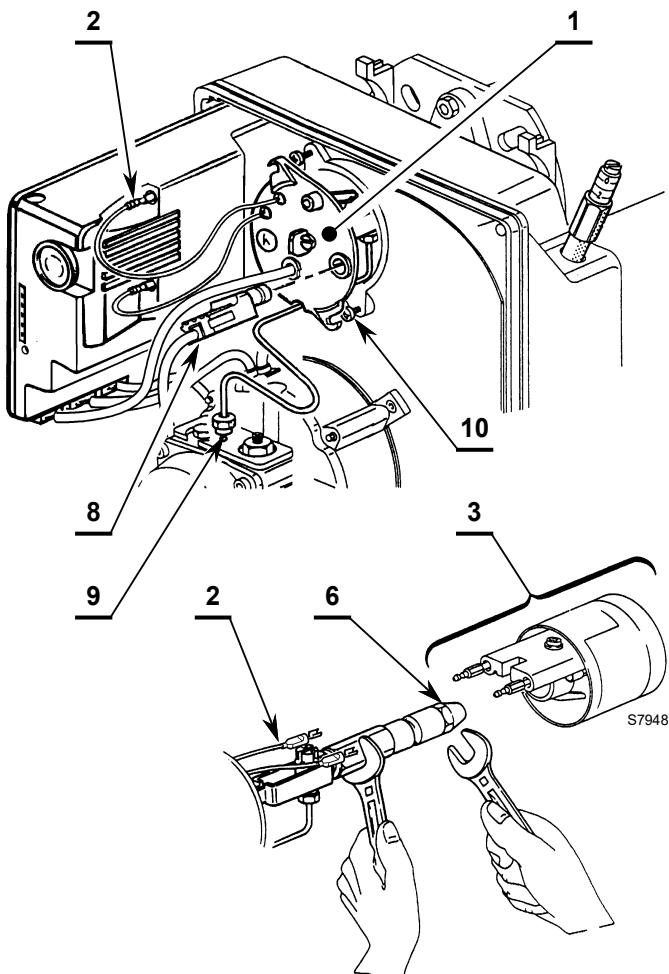

Fig. 13
1º Modo (Fig. 13):
- extraer los cables 2)(Fig. 13) de la caja de control, el sensor llama 8) y desenroscar la tuerca 9) de la bomba.
- Extraer los cables 2) de los electrodos, aflojar el tornillo 4)(Fig. 13) y extraer el conjunto soporte del disco estabilizador 3) del conjunto portaboquilla 1).
2º Modo (Fig. 13):